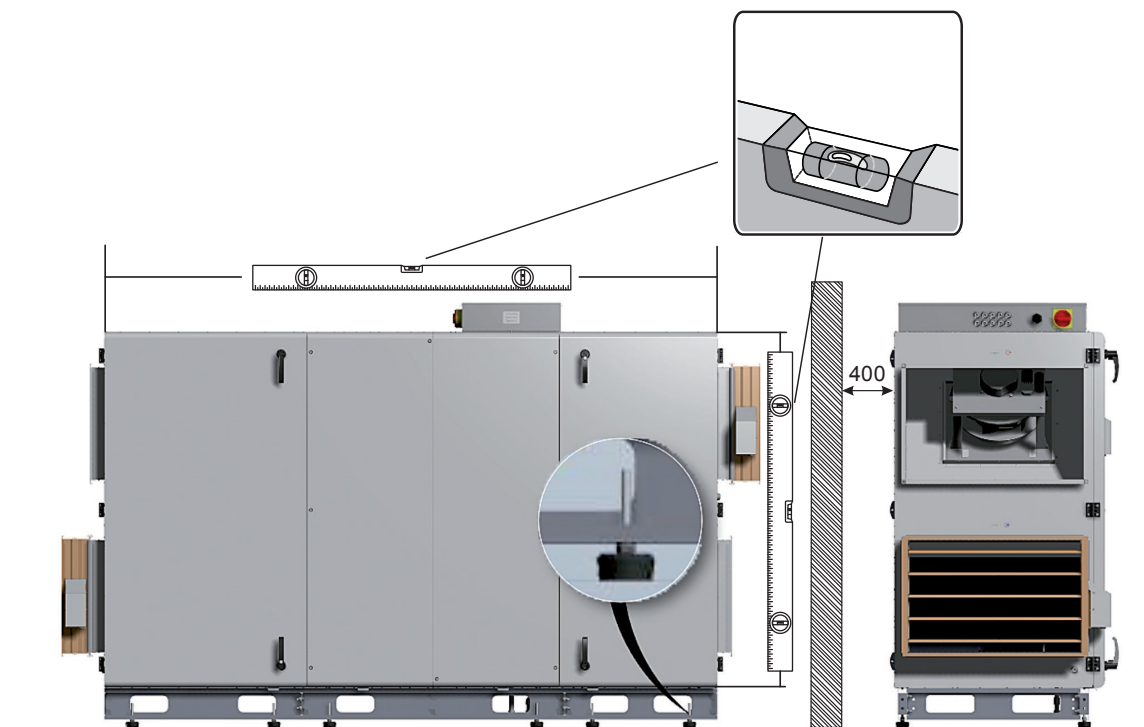

Рис. 8.1. Монтаж вентустановки
После установки вентустановки необходимо установить систему отвода конденсата. Отверстия для слива конденсата смонтированы на заводе-изготовителе. К отверстиям для слива конденсата необходимо подключить входящие в комплект поставки сифон (3) или сифоны (в зависимости от типоразмера вентустановки) и при помощи труб (4) произвести подключение к канализационной системе (5), как показано на рис. 8.1.